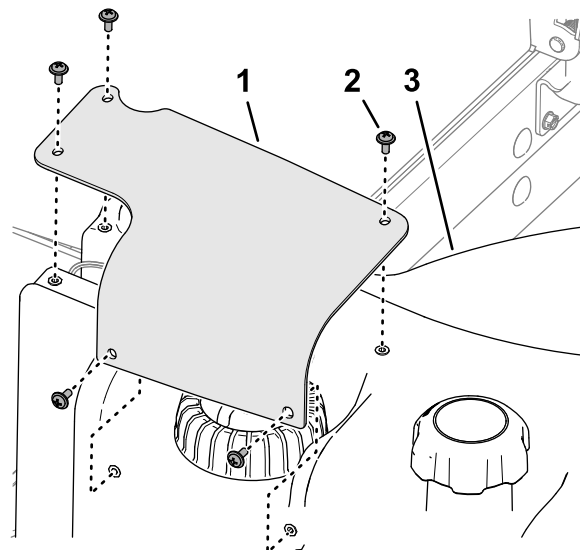

Figura 99
7. Alinee los orificios de la tapa del sensor de combustible con los orificios del depósito de combustible, y sujete la tapa al depósito con los 5 tornillos Phillips (Figura 99).